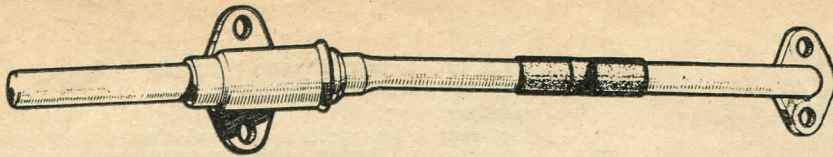

Fig. 3
- Modifier le reniflard en procédant comme suit (figure 3) :